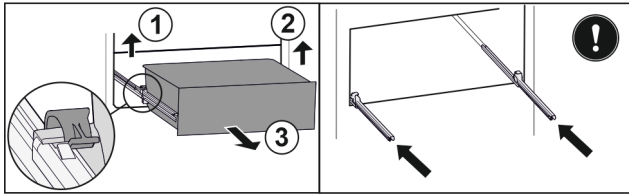

Fig. 40
- ▶ Levante la abrazadera izquierda y tire del cajón izquierdo hacia delante al mismo tiempo. Fig. 40 (1)
- ▶ Levante la abrazadera derecha y tire del cajón derecho hacia delante al mismo tiempo. Fig. 40 (2)
- ▶ Extraiga el cajón hacia delante. Fig. 40 (3)